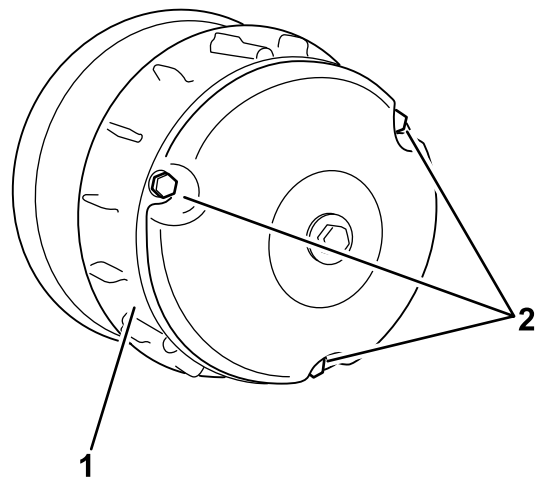

Figure 63
- Posez le couvercle d'embrayage et fixez-le avec les 3 boulons (Figure 63) que vous avez retirés à l'opération 2.
- Retirez les trois boulons qui fixent le couvercle de l'embrayage et déposez le couvercle (Figure 63).